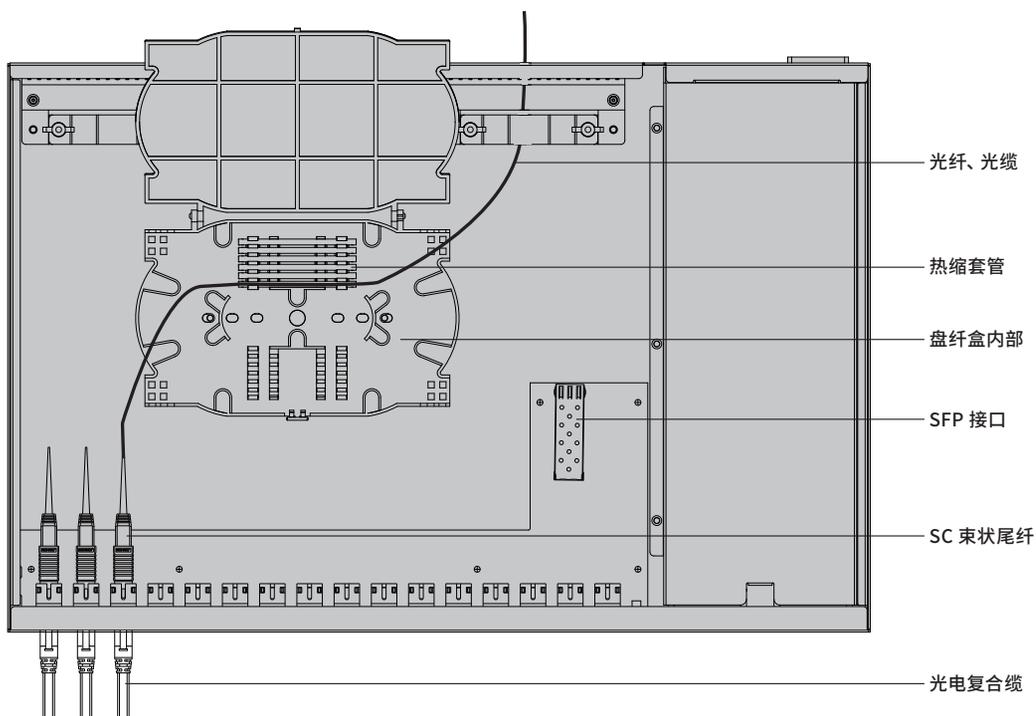

图3-2 线缆连接示意图
1. 将光缆从设备后面板的线缆接入口穿入，经盘纤盒盘纤后从内侧插入PoF口，光电复合缆从设备前面板的PoF口接入，如图3-2所示；